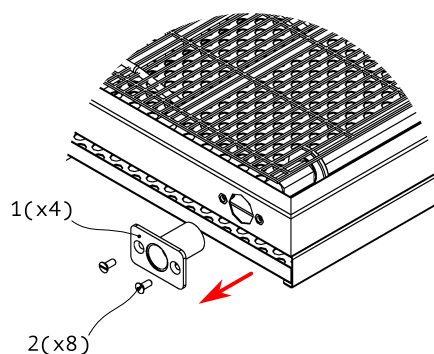

Рисунок 15
8. Открутите винты (2) и вытащите втулки-подшипники (1), удерживающие ведущий и ведомый валы конвейера, см. Рис. 15.